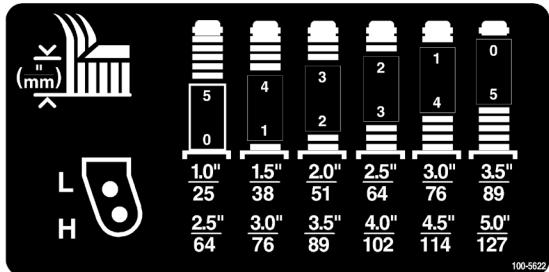

図7
2. 左右のキャスター・フォークの同じ穴にキャスター・ホイールの軸をセットする。どの穴にセットするかは、図7を参照のこと。
スペーサの組み合わせ方法については、図7を参照のこと。